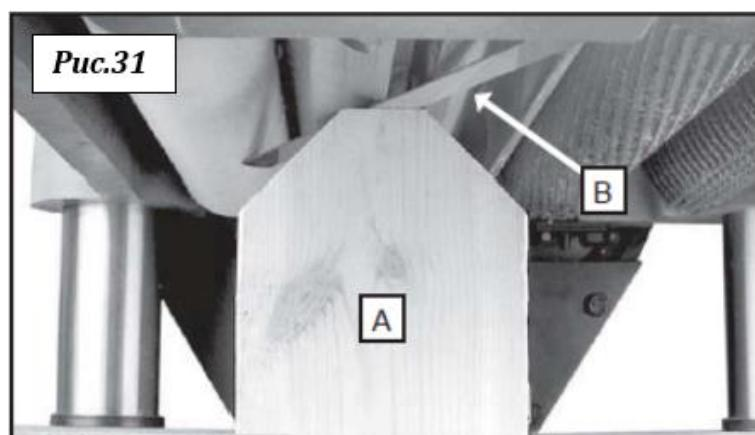
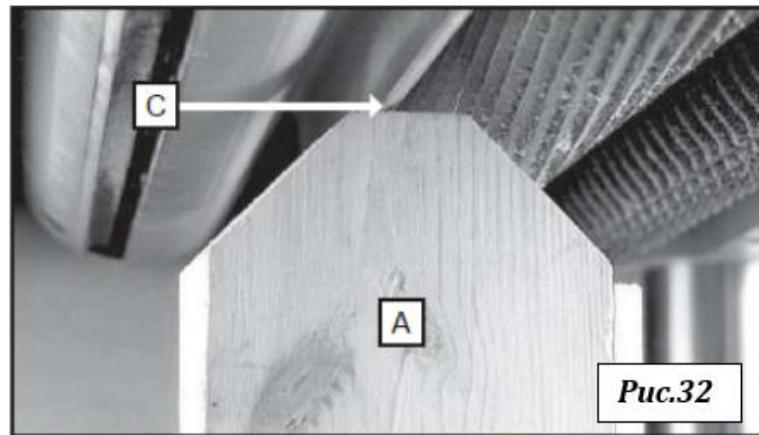

Рис.31
Рис.32
2. Установить калибр (A), рис. 31, на стол непосредственно под режущий вал. Использовать щуп (B) толщиной 0,5 мм, помещённый в верхнюю часть калибра. Поднимать или опускать узел головки до тех пор, пока один из ножей не коснётся щупа. Закрепить узел головки.
3. Установить калибр (A), рис. 31, без щупа под один конец стружколомателя (C), рис. 32. Низ стружколомателя (C) должен касаться верха калибра.